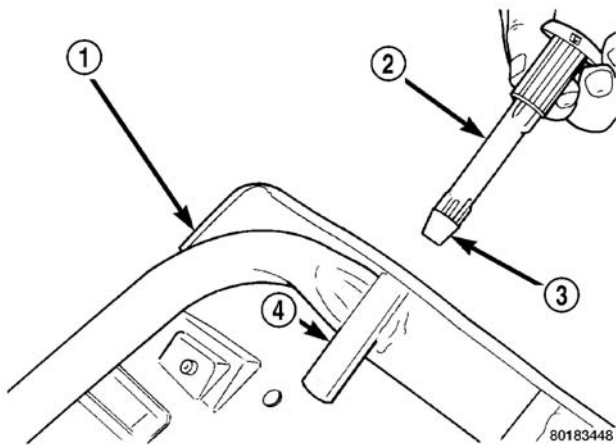

图 11 头枕滑套
- (5) 将头枕滑套向上拉出座椅靠背头枕框滑套导管（图 11）。